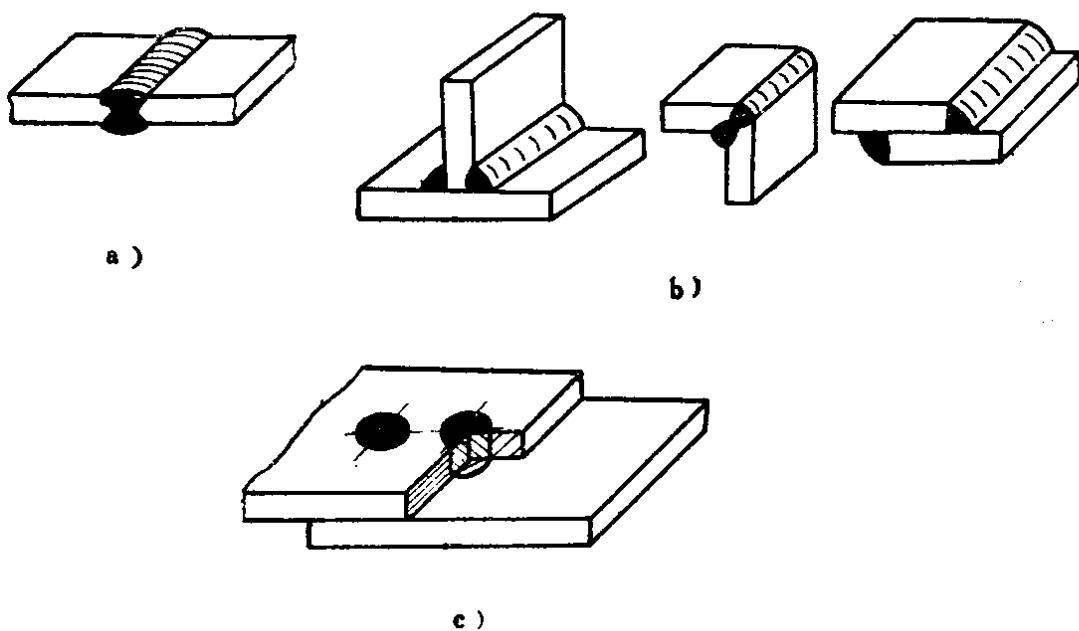

图1-2 各种结合形式的焊缝
(2) 按焊缝结合形式分，可分为对接焊缝、角接焊缝及塞焊缝三种，如图1-2所示。